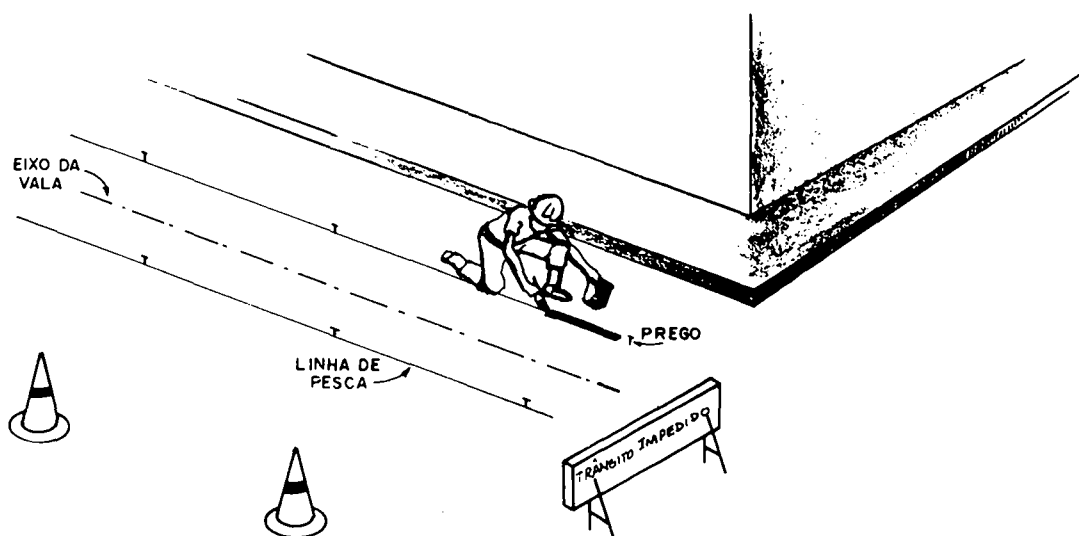

FIG. 3
5.º Passo — Estique uma linha de pesca ou barbante unindo todos os pregos (fig. 3).